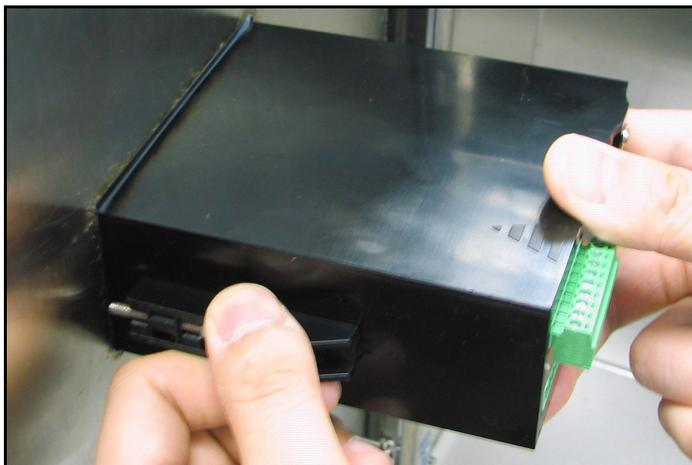

Figura 13: Bloccaggio delle staffe di montaggio in posizione
5. Tenere fermo il telaio e bloccare ognuna delle staffe in posizione facendola scivolare verso il retro dell'*igrometro a canale unico* (vedere Figura 13).